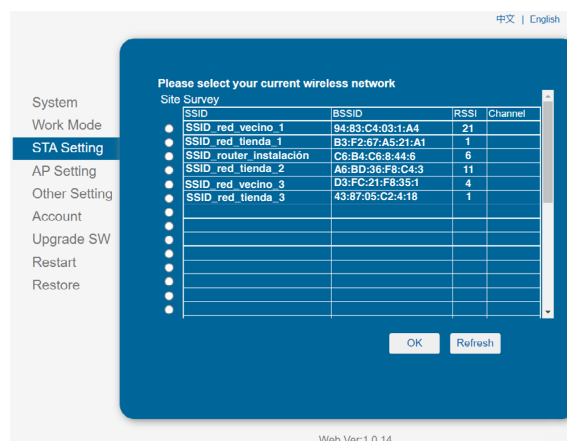

Fig. 46. Selección de la WiFi.
7. Entrar el password en la casilla en blanco y hacer clic en "Save". Ver Fig. 46.